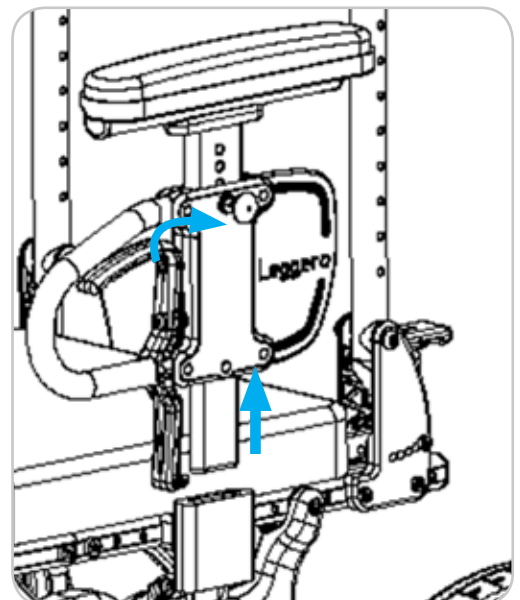

Figura 35
1. Tirare la leva all'indietro. Cfr. Figura 35.